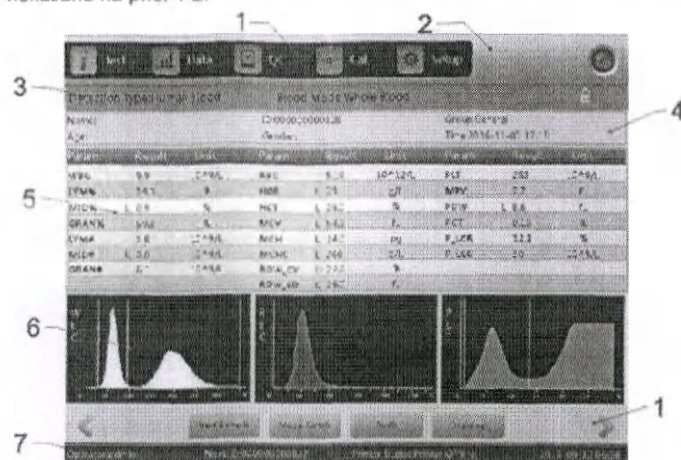

Рис. 1-2
10.4-дюймовый цветной LCD-дисплей. Разделен на 7 областей, как показано на рис. 1-2: